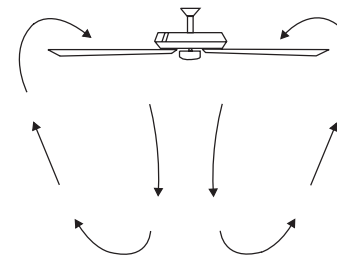

Fig. 27
**Fonctionnement par temps chaud :** Avant (sens anti-horaire). Un flux d'air descendant crée un effet de refroidissement (Fig. 27). Cela vous permet de régler votre climatiseur sur un réglage plus chaud sans affecter votre confort général.